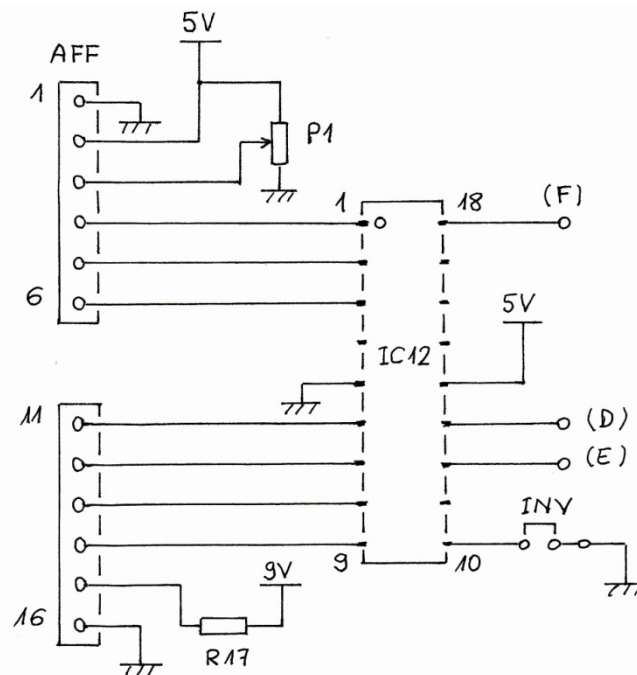

Figure 4 : Comparateur « Gauche – Droite » et pilotage de l'afficheur par un PIC 16F88
Les deux signaux venant du démodulateur synchrone sont numérisés par le PIC 16F88. La comparaison « Gauche – Droite » est effectuée par comparaison entre les 2 valeurs (D) et (E). Cette fonction est réalisée par un PIC 16F88 de Microchip qui fait l'acquisition des 2 tensions et leur différence (Figure 4). Ce PIC fait aussi le pilotage de l'afficheur LCD (Photo 4).